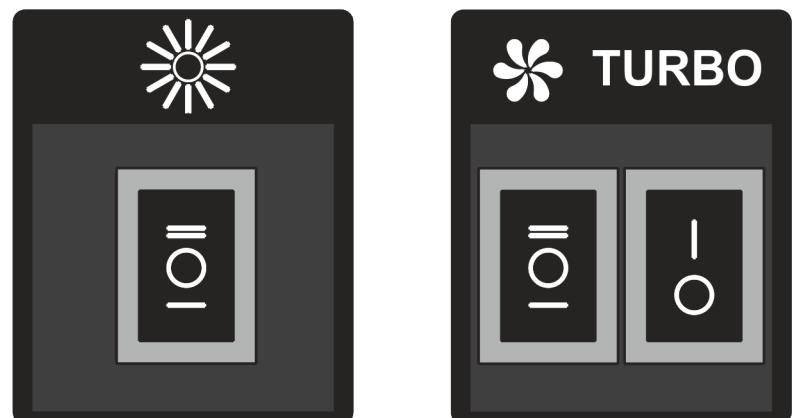

Рис.5
**7.3** На боковинах корпуса розміщений клавішний перемикач режимів роботи і включення галогенних ламп освітлення (рис.5).